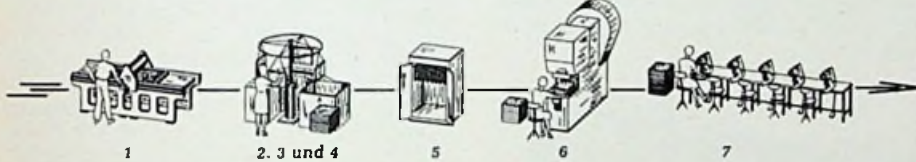

Bild 1. Arbeitsgang beim Ätzverfahren
Dieses Rohmaterial also wird dem Hersteller der Chassisplatte angeliefert. Die eigentliche Schaltung, deren Entwurf später erläutert werden soll, wird nun, wie in Bild 1 im Arbeitsgang 1 angedeutet ist, nach einem Druckverfahren aufgebracht. Die bedruckten Stellen bilden eine Schutzschicht, die das darunter liegende Kupfer vor den Angriffen im chemischen Bad schützt. Eisenchlorid ätzt die nichtbedruckte Kupferfläche weg (Arbeitsgang 2, 3 und 4). Im Trockenschrank (5) erfolgt die Nachbehandlung und in der Stanze (6) das Lochen des Chassis für die in 7 folgende Bestückung mit Einzelteilen. Bild 2 zeigt den Ätzvorgang nochmals schematisch im Schnitt, während Bild 3 eine vergrößerte Darstellung der hier zweiseitig belegten Hartpapierplatte mit einem Montageloch gibt.